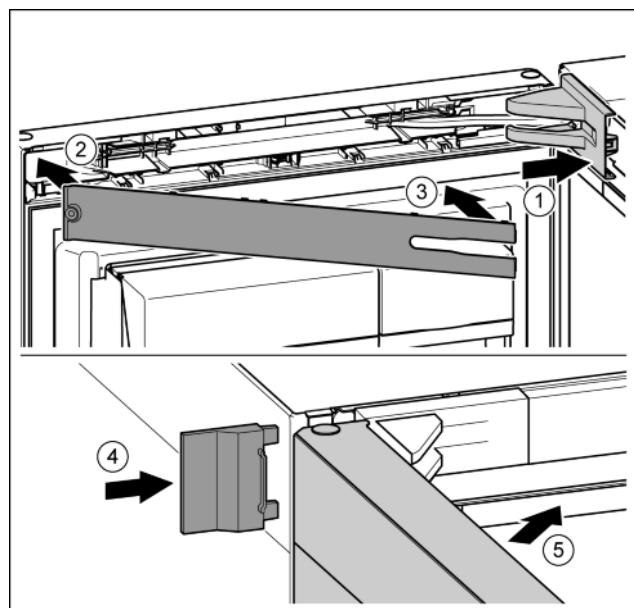

Fig. 46
- Встановіть та зафіксуйте кришку опорного кронштейна, у разі необхідності — обережно розтисніть. Fig. 46 (1)
- Встановіть накладку. Fig. 46 (2)
- Поверніть і зафіксуйте накладку. Fig. 46 (3)
- Насуньте зовнішню кришку. Fig. 46 (4)
- Закройте верхні дверцята. Fig. 46 (5)